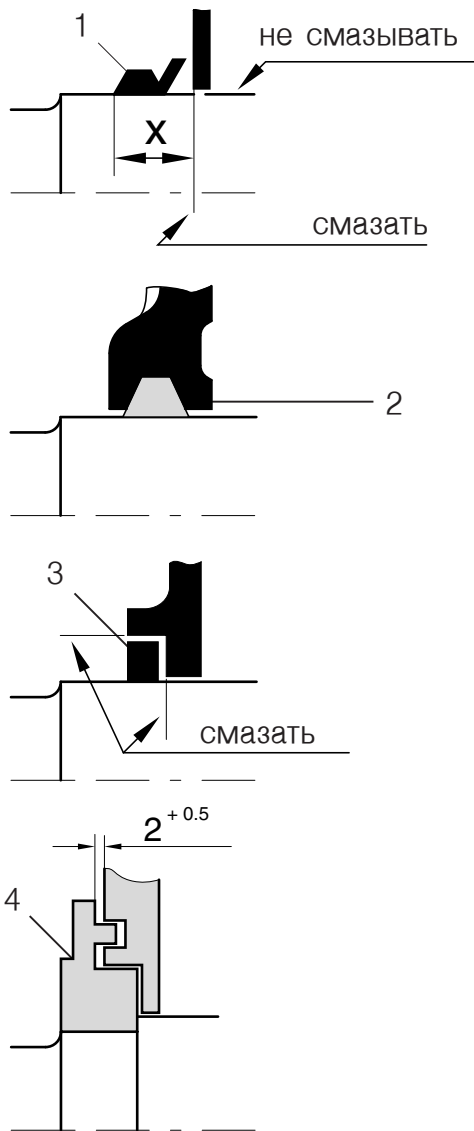
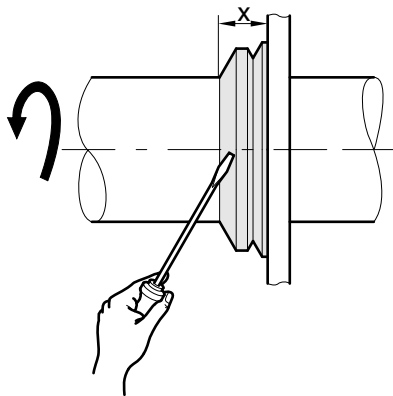

Рис.11: 1 V-образное кольцо
Рис. 12: V-образное кольцо
5.4 Уплотнители подшипников (рис. 11)
- Перед вложением фетровых колец (2) в крышку подшипника пропитать их нагретым до 80° С высоковязким маслом. Вал должен легко скользить в фетровом кольце и хорошо охватываться им по диаметру.
- При помощи отвёртки при одновременном вращении вала надеть уплотняющие кольца(3) и V-образные кольца (1) (→рис.12).